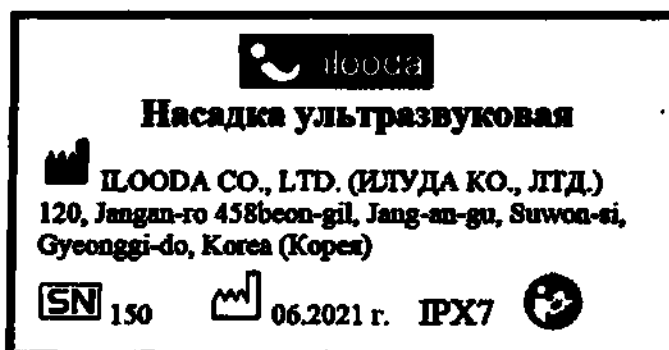

Рисунок 17 – Маркировка насадки ультразвуковой системы Hyzer Me
5.6.3 На поверхности насадки ультразвуковой системы Hyzer Me прикреплена маркировка (рисунок 17), содержащая следующую информацию: